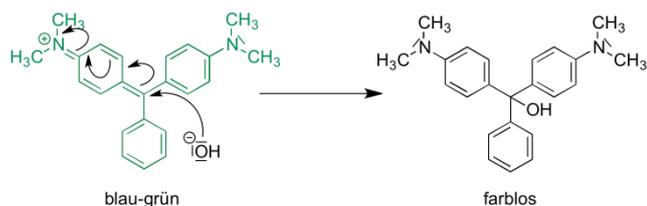

Abb. 2: Reaktion von Malachitgrün mit Hydroxidionen.
Die Entfärbung von Malachitgrün (MG) durch Hydroxidionen ist laut Reaktionsgleichung (siehe Abb. 2) eine Reaktion 2. Ordnung. Malachitgrün ist ein Triphenylmethanfarbstoff. Es enthält ein planares Ringsystem, das für die Farbigkeit verantwortlich ist. Hydroxidionen greifen am zentralen C-Atom an und zerstören die Farbigkeit. Es handelt sich hier um eine bimolekulare Reaktion, bei der sich ein Hydroxid-Molekül und ein Malachitgrün-Molekül treffen.